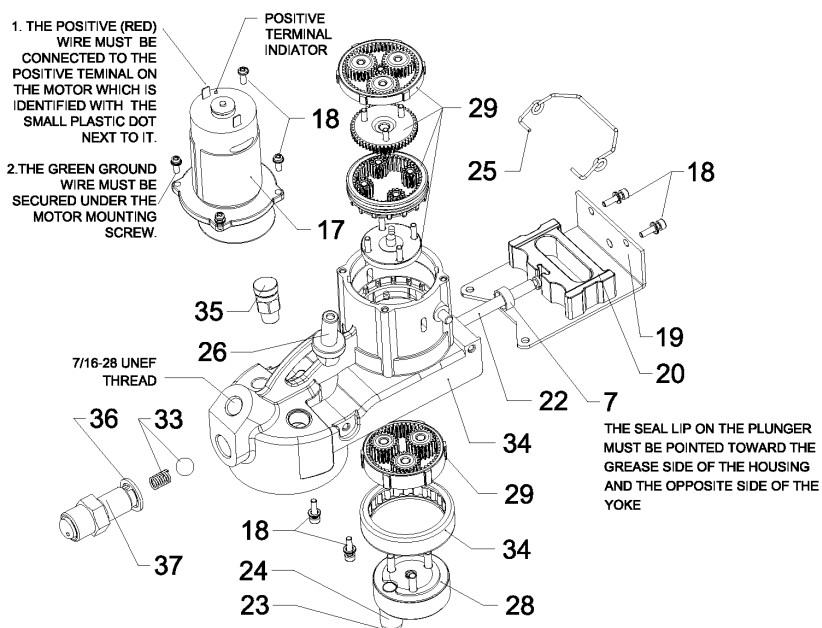

Figura 7
- 1) Retire l varilla del seguidor de la tapa del conjunto de tubo de engrase y engánchela al seguidor girando el asa del mismo. Haga fuerza sobre el asa del seguidor mientras sujeta la válvula de ventilación 23 (Figura 7).